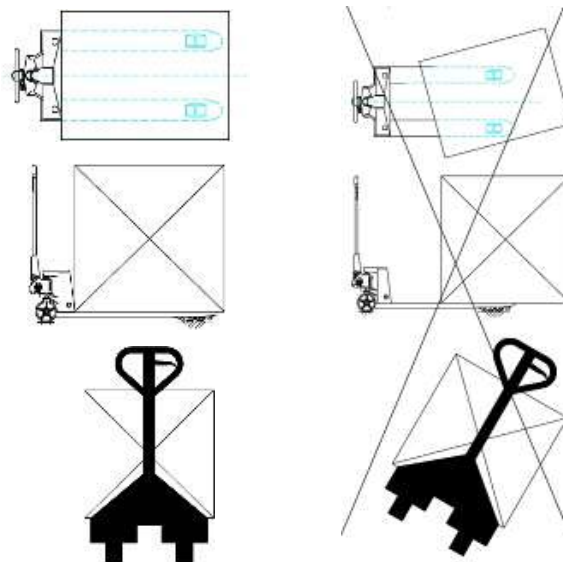

Рисунок 6.
- Центр силы тяжести груза должен быть размещен между двух вилок. Неравномерная нагрузка вызовет опрокидывание тележки после разгрузки груза. См. рисунок 6.
- Если тележка не используется, установите рукоятку (3) в положение торможения.